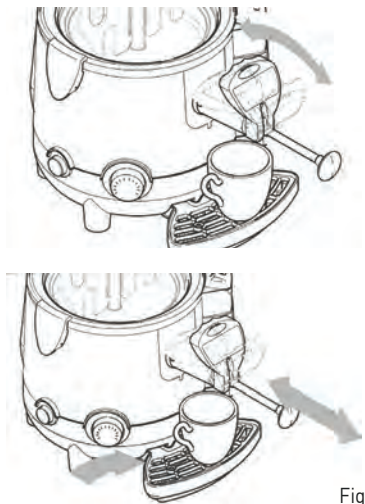

Fig. 1
- Als de warme chocolademelk te langzaam stroomt, wordt aanbevolen de hendel zo ver mogelijk naar buiten te trekken; eventuele verstoppingen in de afgiftelijp kunnen verwijderd worden door de staaf heen en weer te schuiven terwijl u het apparaat op zijn plaats houdt, zoals getoond in Fig.1
**Let op! Gevaar voor brandwonden! Raak het deksel (1) en de kom (2) nooit aan terwijl het apparaat in werking is, omdat deze zeer heet worden. Gebruik altijd de knop op de bovenkant van het deksel (2) om op te tillen.**